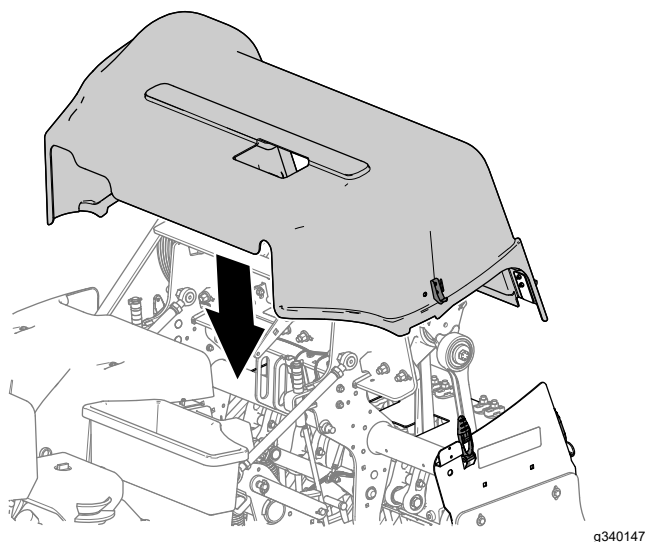

Figura 152
1. Alinee la cubierta del cabezal de perforación con la máquina, tal y como se muestra en la Figura 152.